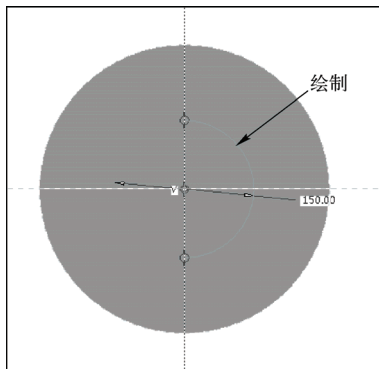

图 8-39 绘制草绘截面
STEP 06 单击“草绘”选项卡中的相应按钮，绘制草绘截面，如图 8-39 所示。